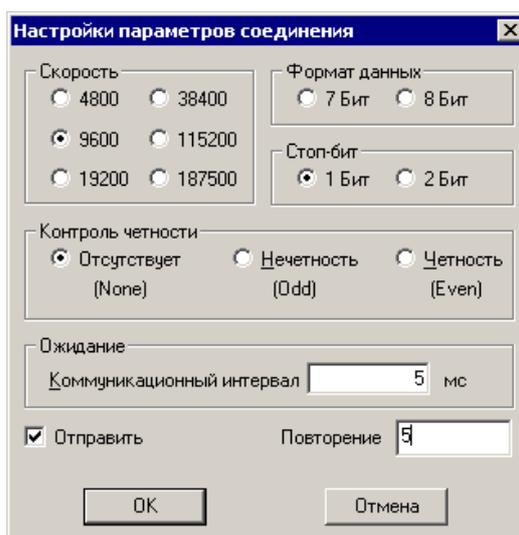

Рисунок 3
При необходимости внесения изменений в параметры связи следует нажать кнопку «Настройки». По нажатию кнопки открывается окно «Настройки параметров соединения», см. рис. 3.
3. В окне «Настройки параметров соединения» (см. рис. 3) выбором требуемых позиций переключателей могут быть заданы значения па-